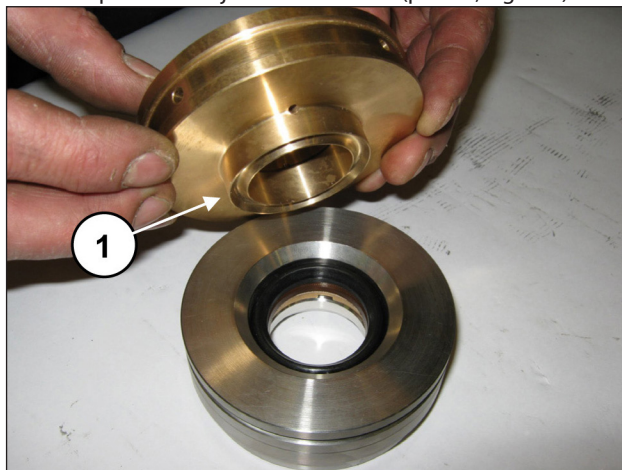

Fig. 179
Unir el soporte de las juntas a la camisa (pos. ①, Fig. 179).